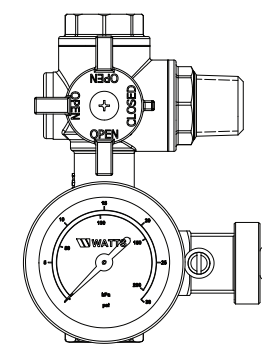

Fig. 5
1. Enfoncer le robinet du RBFF et le tourner à 180° ; relâcher et verrouiller en position « orifice-remplissage fermé » (cf. Figure 5).